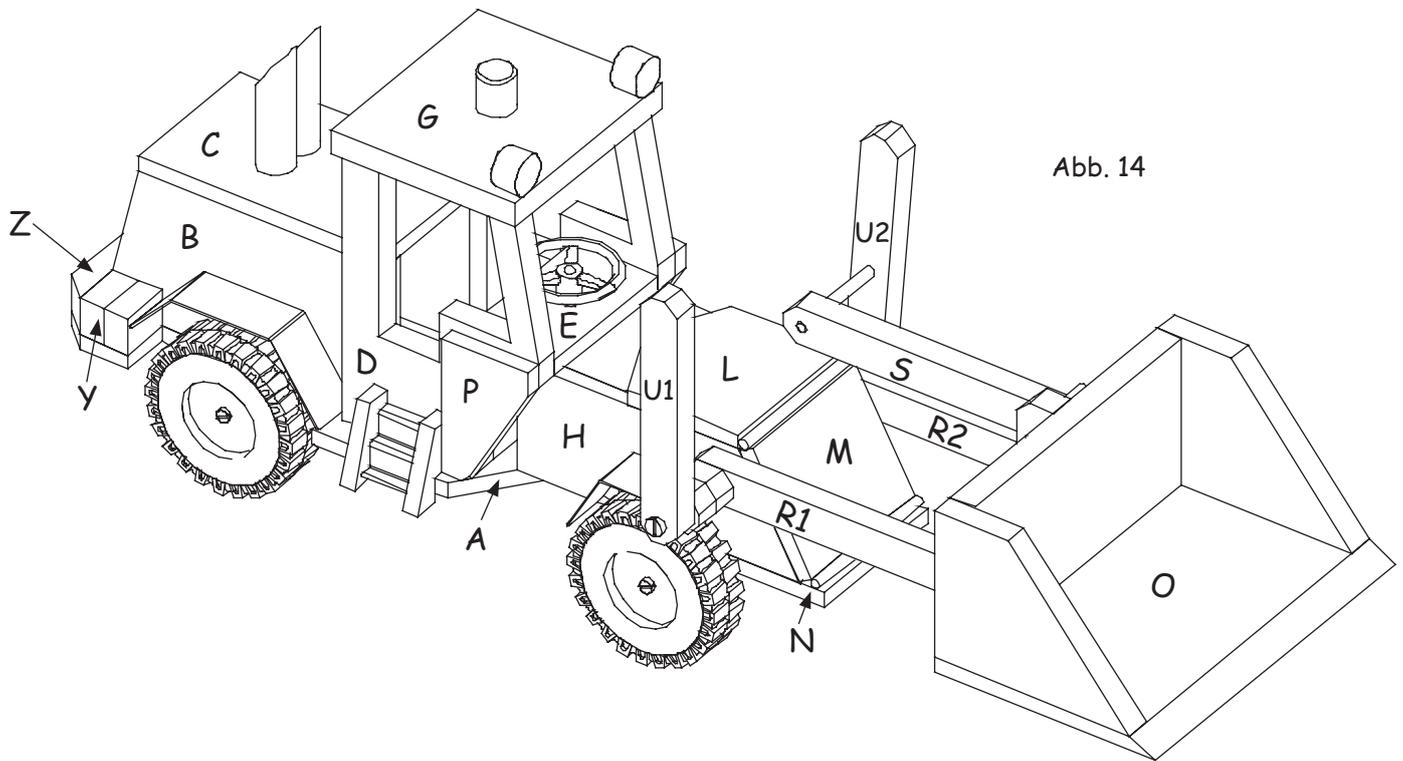

Abb. 14
**12. DIE RÄDER, DIE KAMINE UND DIE LICHTER (ABB. 14):**
Die Teile mit Schmirgelpapier nacharbeiten und nach Abb. 14 aufleimen.